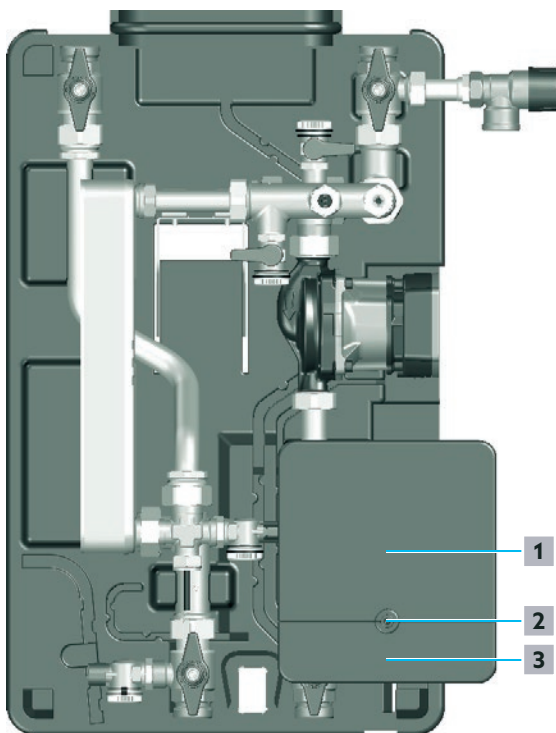

Abb. 24: Regler öffnen
- 3 Lösen Sie die Schraube (siehe Position 2 in Abb. 24 auf Seite 31) und legen Sie diese beiseite.
- 4 Schieben Sie die Abdeckung-Anschlusspanel (siehe Position 1 in Abb. 24 auf Seite 31) hoch bis diese hörbar einrastet.
- 5 Klappen Sie die Abdeckung-Zuleitungen (siehe Position 3 in Abb. 24 auf Seite 31) ab.